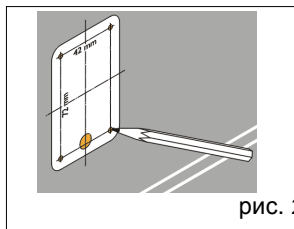

рис. 2
- 2 - Обозначьте расположение крепежных отверстий с помощью шаблона для сверления, поставляемый с фотоэлементами (рис. 2);